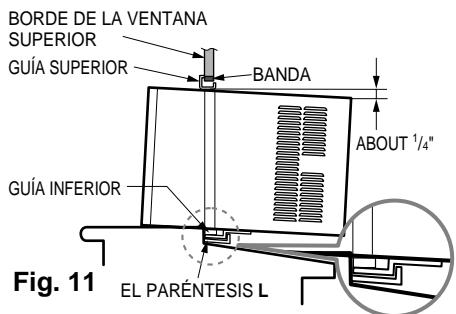

Fig. 11 EL PARÉNTESIS L
- b. Mientras mantiene el aire acondicionado en posición, cuidadosamente baje el borde de la ventana superior hasta la guía superior del aire acondicionado, como en la Fig.11.